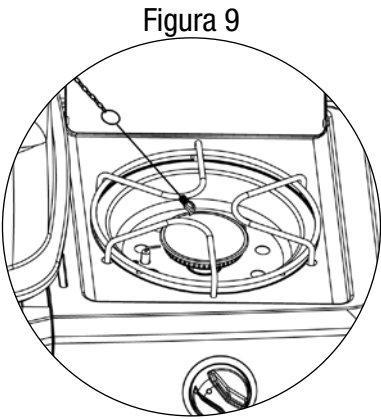

Figura 9
10. Después de encender el quemador observe su llama y asegúrese de que todos los orificios estén encendidos y que la altura de la llama corresponda a la del diagrama (vea Figura 9).